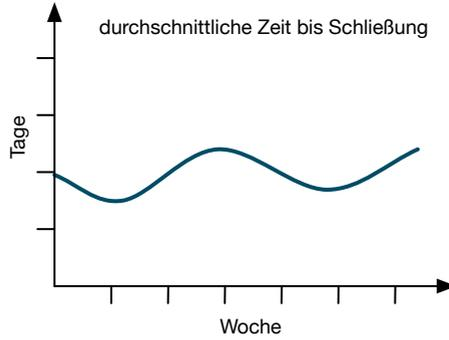

Abbildung 6.9: Durchschnittliche Antwortzeit über der Zeit.
- graphische Darstellung der maximalen Antwortzeit über der Zeit, siehe Abb. 6.9